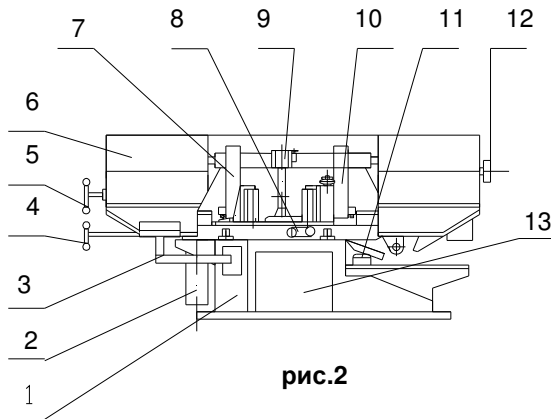
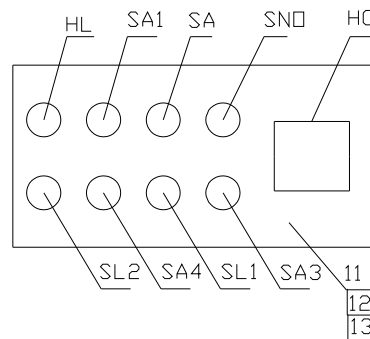

рис.2
рис.3
4.1. ОРГАНЫ УПРАВЛЕНИЯ - Рис.2 и Рис.3
1. Старт /стоп/ главный двигатель - Рис.3
2. Главный рубильник - Рис.3
Устройство рис.2
Пульт управления рис.3